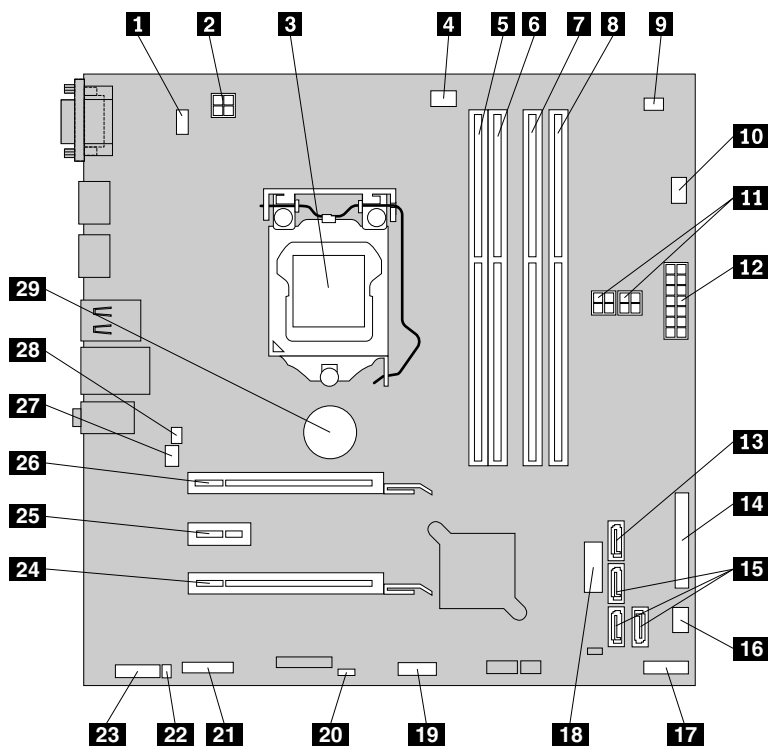

Figure 6. Emplacement des composants sur la carte mère d'un ThinkCentre M83
- La Figure 6 « Emplacement des composants sur la carte mère d'un ThinkCentre M83 » à la page 16 indique l'emplacement des composants sur la carte mère d'un ordinateur ThinkCentre M83.